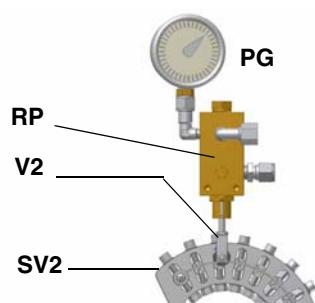

Fig. 26
- 10 per ottenere la portata massima dell'olio regolare la pressione (leggendo il valore sul manometro **PG**), senza variare la portata d'aria stabilita durante la taratura in funzionamento a gas (vedi par. precedente): sempre controllando i valori di combustione, agire sulla vite del settore variabile relativo all'olio **SV2** (vd. Fig. 26) una volta raggiunta la posizione di alta fiamma.